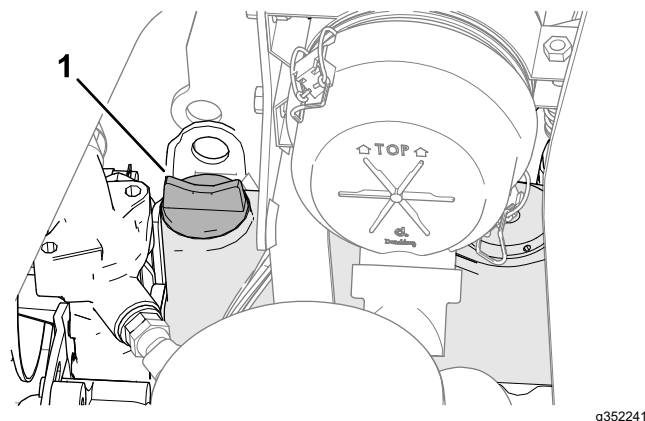

Bild 67
5. Entfernen Sie bei niedrigem Ölstand den Ölfülldeckel (Bild 67), gießen langsam kleinere Ölmengen ein und prüfen den Stand regelmäßig, bis die Voll-Markierung am Peilstab erreicht wird.